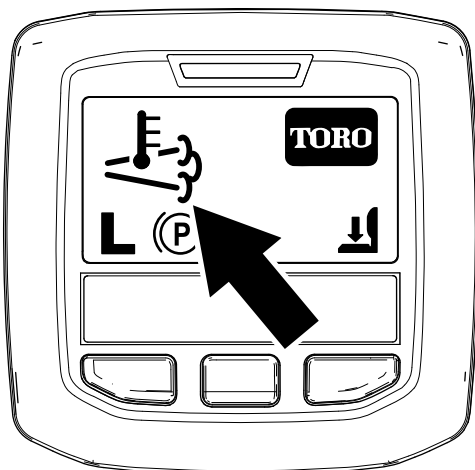

Figura 28
- L'icona della temperatura di scarico elevata viene visualizzata nell'InfoCenter (Figura 28).